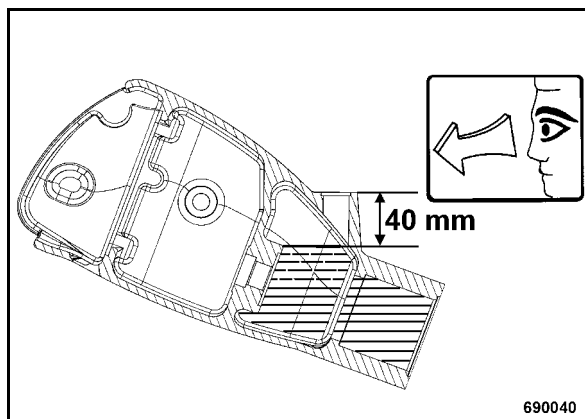

Fig. 62
- Comprobar si el nivel del aceite hidráulico se encuentra unos 40 mm (1.6 in) debajo del agujero de llenado (Fig. 62) (véase también la marca en la cabeza del timón) y cargar aceite hidráulico, si fuese necesario.